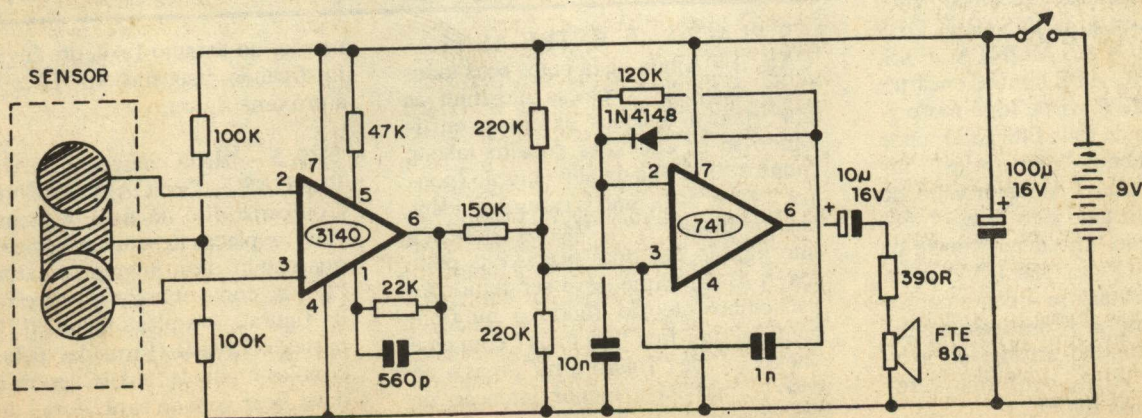

Fig.1
- FIG. 1 - O CIRCUITO - Uma análise mais objetiva do circuito do CAFA, sugere observarmos o diagrama "de